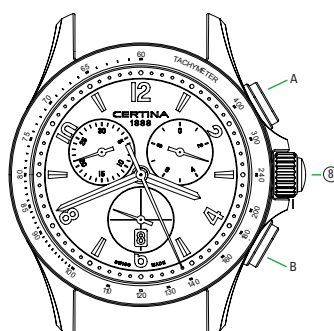

Fig. 2
**Lecture du temps 2 (selon Fig. 2)**